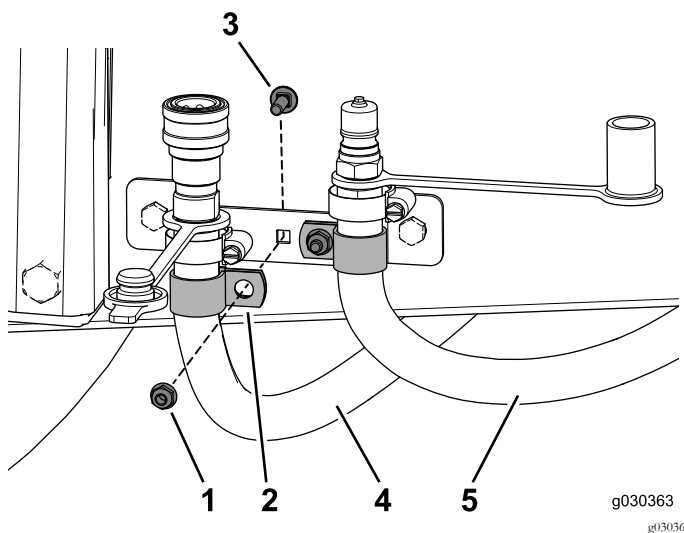

Figure 40
3. Placez un collier en R autour de chacun des flexibles (Figure 40).
4. Fixez le collier en R à l'aide du boulon de carrosserie (1/4 x 3/4 po) et d'un écrou à embase (Figure 40).